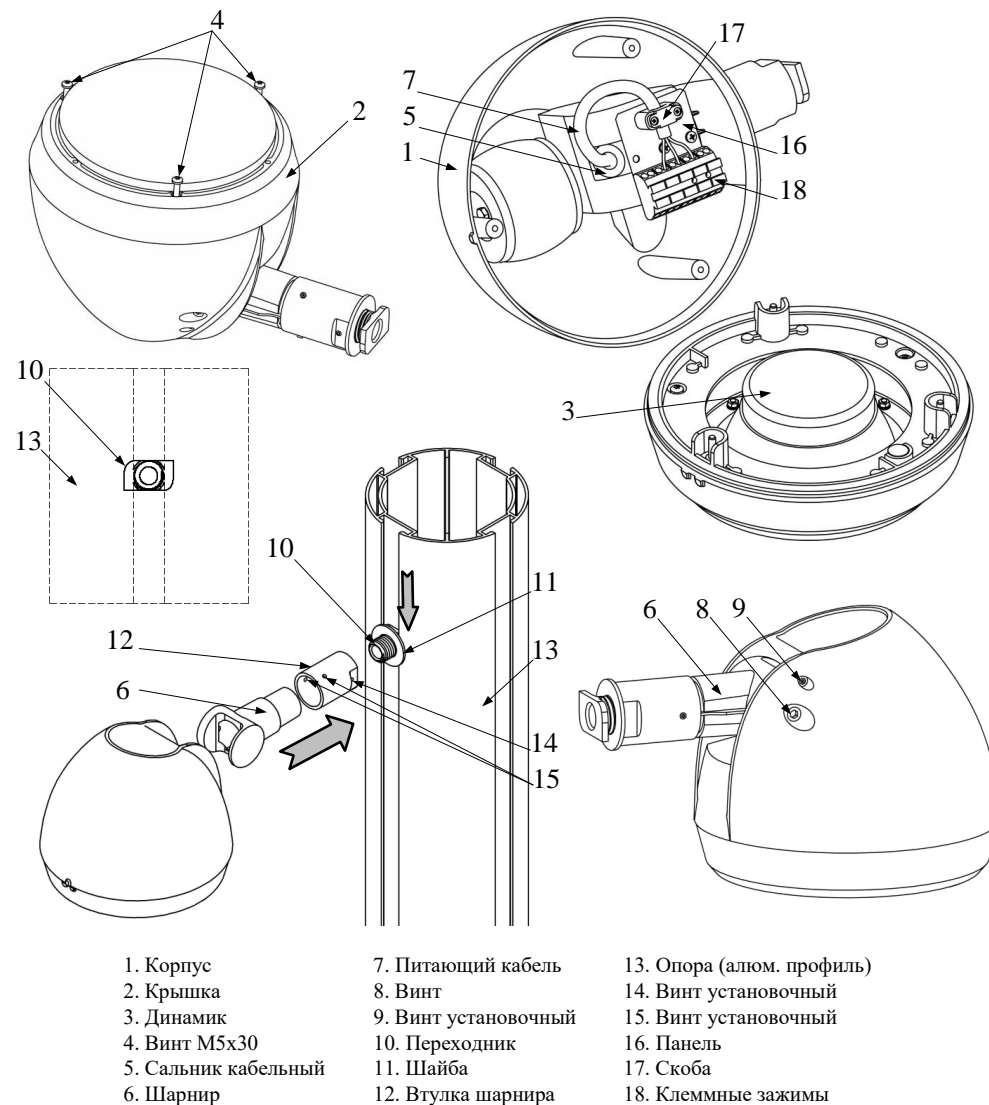

Рисунок 2. Монтаж изделия «Ксеон-Динамик»
- 4.2 Выкрутить винт 8 (рисунок 2), ослабить установочный винт 9 и снять шарнир 6 с корпуса 1.